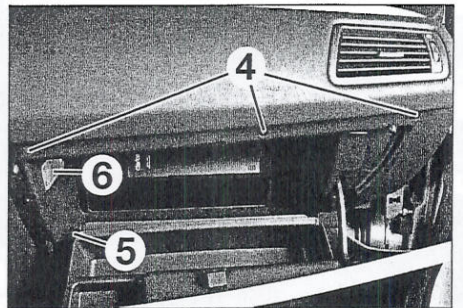

FIGURA 9-20
- Desmontar los tres tornillos de fijación (4) (figura 9-20).
- Retirar el clip (5) (figura 9-20).
- Desmontar la iluminación (6) (figura 9-20).